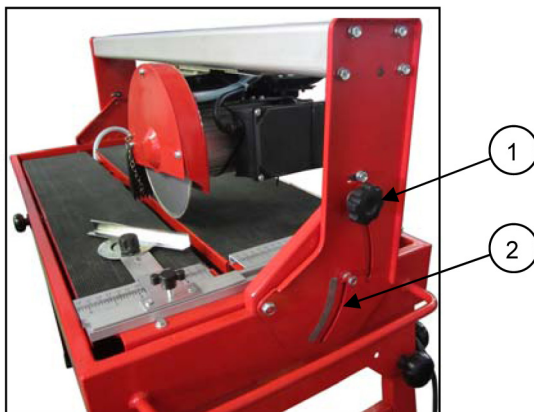

Рис. 9
2. Ослабьте винты фиксации (1) направляющей консоли (Рис. 9).
3. Установите необходимый угол наклона консоли, используя градуированную шкалу (2).